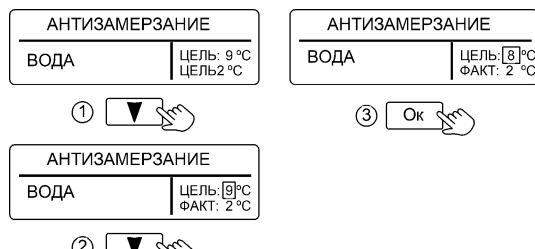

Рисунок 6. Настройка режима «АНТИЗАМЕРЗАНИЕ»
10.1 «АНТИЗАМЕРЗАНИЕ» – режим поддержания минимальной температуры теплоносителя. Применяется для экономии электроэнергии и исключения замерзания теплоносителя в системе (например, когда в помещении отсутствуют люди). Активация режима указана в п. 8. Имеется возможность настройки температуры теплоносителя (см. рис. 6) - температуру можно задать в диапазоне от +8°C до +15°C .